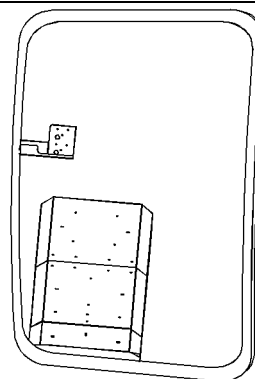

Ilustración 63
El soporte del espejo es ajustable. Extienda completamente el soporte del espejo retrovisor del lado derecho girando la perilla del soporte del espejo hacia la izquierda. Gire la perilla hacia la derecha para sujetar firmemente el soporte. Ajuste el espejo retrovisor del lado derecho (1) de manera que se pueda ver el lado derecho de la cabina. Ajuste el espejo retrovisor derecho (1) de manera que se puedan ver 100 mm (4 pulgadas) de la parte superior del neumático trasero. Vea la ilustración 63. También ajuste el espejo retrovisor del lado derecho para tener una visibilidad que incluya: